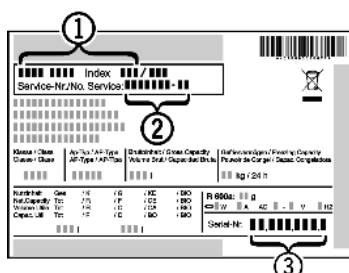

Fig. 78
- ▶ Apparaataanduiding Fig. 78 (1), servicenummer Fig. 78 (2) en serienummer Fig. 78 (3) van het typeplaatje aflezen. Het typeplaatje bevindt zich aan de binnenkant van het apparaat.